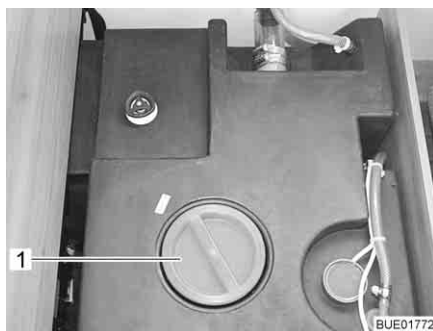
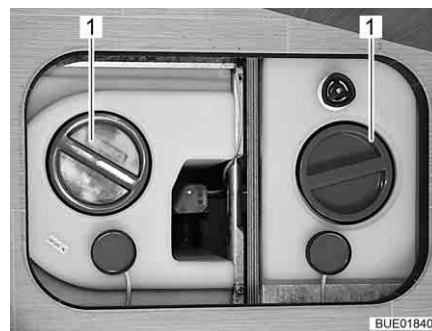

Fig. 248 Réservoir d'eau avec poignée tournante (Viseo)
Fig. 249 Réservoir d'eau avec poignée tournante (Elegance)
- Enlever le couvercle de fermeture (Fig. 248,1 ou Fig. 249,1) du réservoir d'eau.